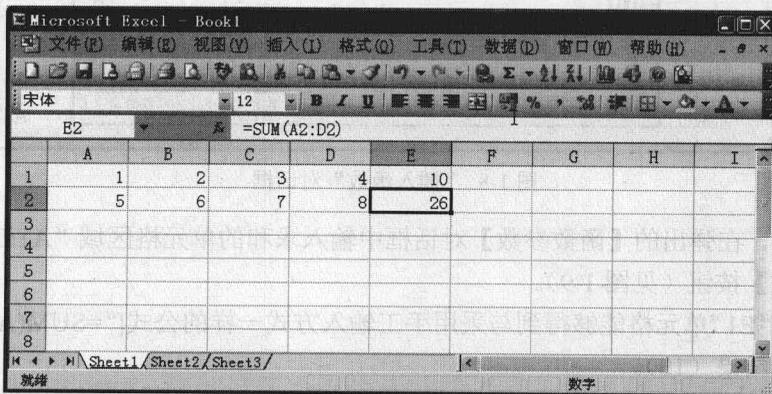

图 1-10 相对引用方式下的计算
- 4) 观察单元格“E2”中的公式表达式以及计算结果(见图 1-10)。